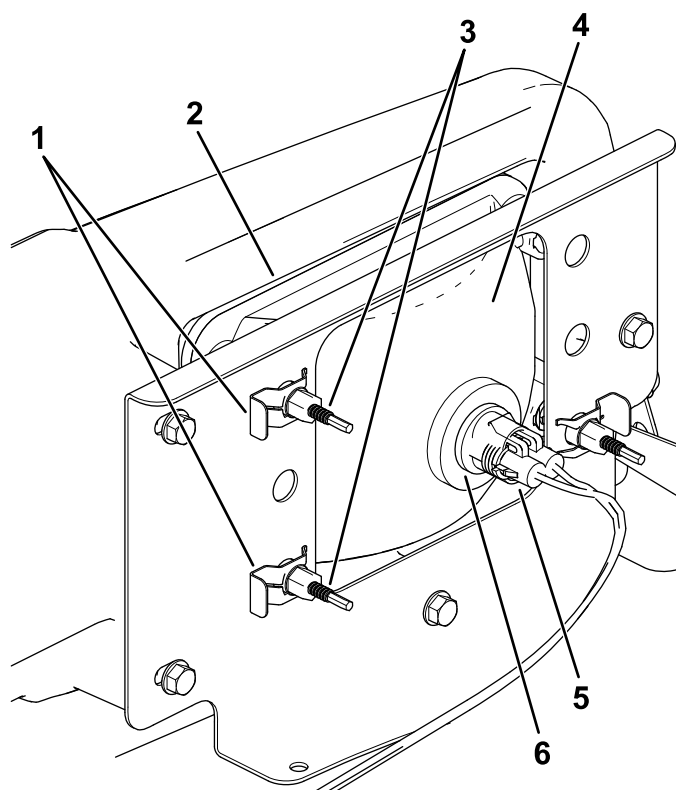

Figura 51
3. Desconecte el conector eléctrico del arnés de cables del conector del conjunto de la lámpara (Figura 51).
4. Retire los conectores rápidos que sujetan el faro al soporte del faro (Figura 51).
5. Retire el faro desplazándolo hacia adelante y pasándolo por el hueco del parachoques delantero (Figura 51).
6. Introduzca el faro nuevo a través del hueco del parachoques (Figura 51).
7. Sujete el conjunto del faro con los conectores rápidos que se retiraron en el paso (4).
8. Conecte el conector eléctrico del arnés de cables al conector del conjunto de la lámpara (Figura 51).
5. En la parte trasera del faro, gire los tornillos de ajuste (Figura 51) para pivotar el conjunto y ajustar de la posición del haz de luz.